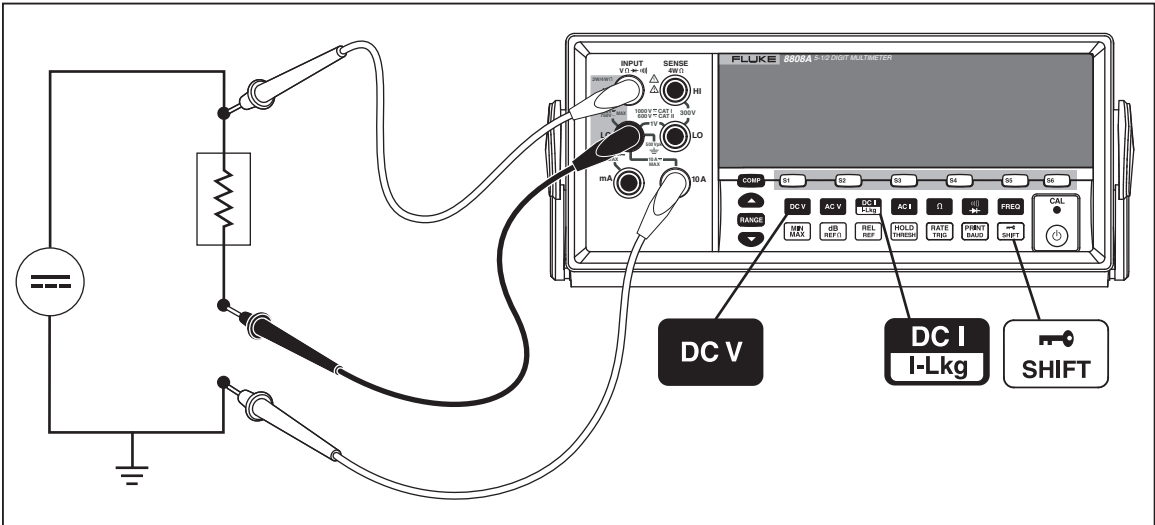

Figura A-2. Medición de voltaje y corriente CC en la señal de entrada
La mayoría de las aplicaciones de la pantalla doble mencionadas en la Tabla A2 pueden llevarse a cabo con ayuda de un único juego de cables de prueba conectados a las terminales **INPUT** **VΩ** **HI** y **LO**. Sin embargo, para medir el voltaje y la corriente de una señal de entrada se requieren tres cables. Asegúrese de que las mediciones de voltaje y corriente contengan lo mismo, como se muestra en la Figura A-2. Después, simplemente siga las precauciones que seguiría si estuviera tomando una medición normal de corriente sin utilizar una pinza de corriente.
4. Conecte los cables al circuito de prueba como se muestra en la Figura A-2 y lea las mediciones en la pantalla. Aunque la corriente se mostrará como negativa, de hecho es positiva cuando se interpreta de acuerdo con la convención del flujo de corriente.